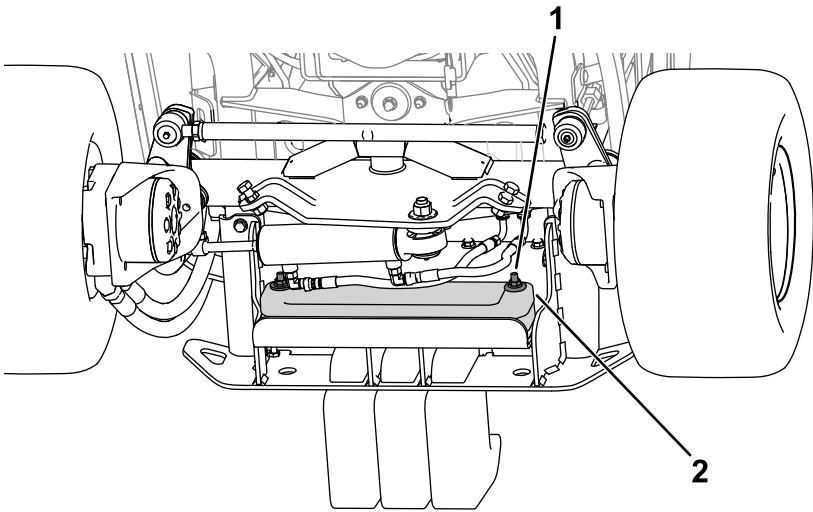

Figura 21
- 2. Utilizzate la bulloneria per fissare le zavorre al paraurti (Figura 21).